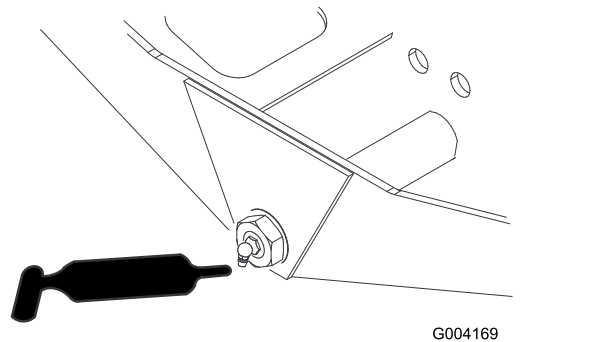

Figure 66
- Pivot de direction d'essieu (1) (Figure 66)